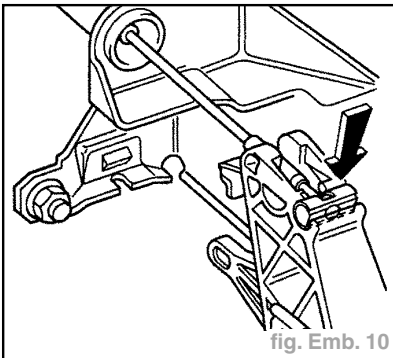

fig. Emb. 10
- Décrocher le câble de la pédale d'embrayage (flèche) (fig. Emb. 10).